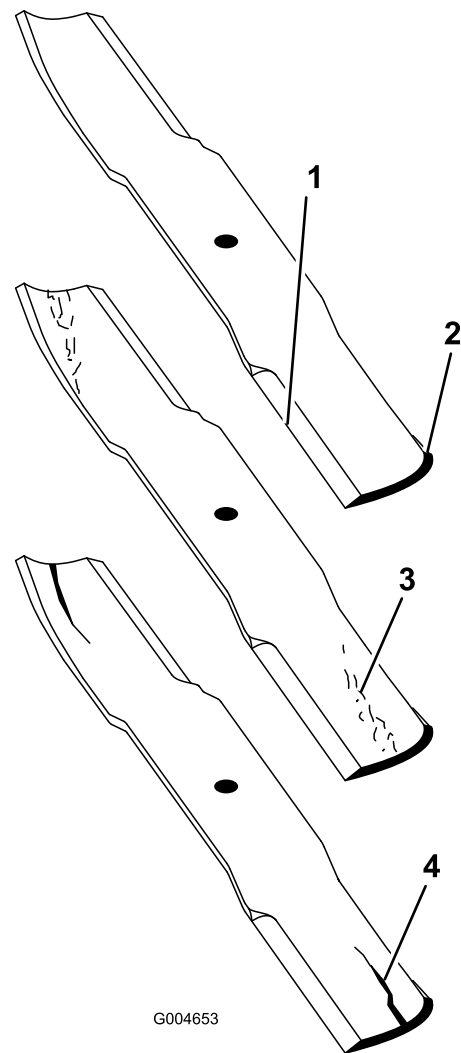

Figura 73
1. Inspeccione los filos de corte (Figura 73). Si los bordes no están afilados o tienen muescas, retire las cuchillas y afilelas. Consulte Afilado de las cuchillas.
2. Inspeccione las cuchillas, especialmente la parte curva (Figura 73). Si observa daños, desgaste o la formación de una ranura en esta zona (Figura 73), instale inmediatamente una cuchilla nueva.